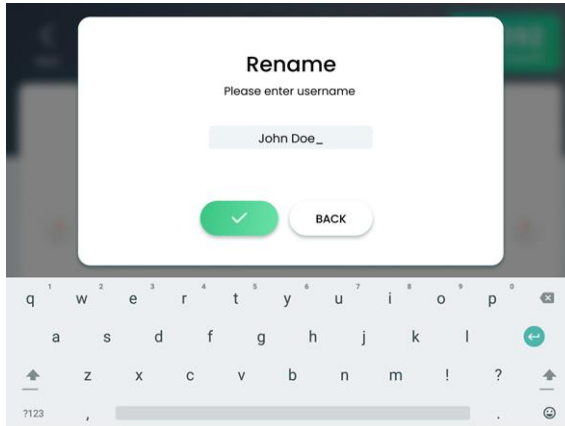

Figure 6-7. Écran de modification du nom
- Appuyez sur le bouton **Rename** (Renommer) ; l'écran de renommage apparaît, comme illustré à la Figure 6-7.
- Saisissez le nom de l'utilisateur souhaité à l'aide du clavier virtuel, comme illustré à la Figure 6-7.